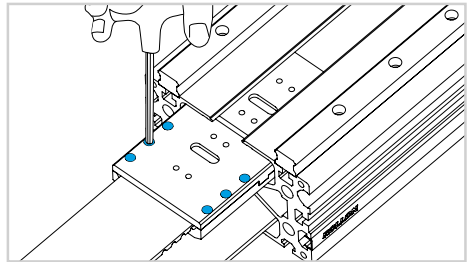

Fig. 14
15) Verschieben des innenliegenden Mitnehmers bis zum Umlenkopf. Lösen Sie die Riemenspannschrauben und ziehen Sie den Riemen heraus (Abb. 14).
18) Verschieben des innenliegenden Mitnehmers bis zum Antriebskopf und entfernen Sie die Riemenspannschrauben (Abb. 14).